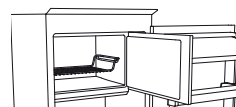
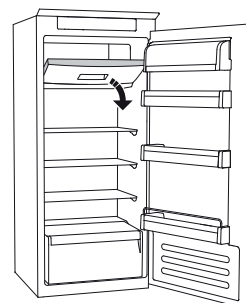

Figura 1
Figura 2
- arrume os alimentos na grelha, se existir (figura 1), ou diretamente no fundo do compartimento (figura 2)
- coloque os alimentos no meio do **✳️❄️❄️** compartimento sem que estes entrem em contacto com alimentos já congelados, mantendo uma distância de cerca de 20 mm (figura 1 e 2).
O SISTEMA STOP FROST (disponível consoante o modelo) facilita o processo de descongelação do compartimento do congelador. O acessório STOP FROST (figura 1) foi desenhado para recolher algum do gelo que se forma no compartimento do congelador e pode ser facilmente retirado e limpo, reduzindo assim o tempo necessário para descongelar o interior do congelador.
- Abra a porta do compartimento do congelador e retire a gaveta superior (figura 2).